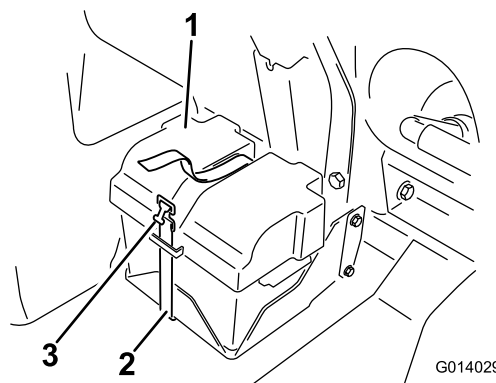

Figure 48
3. Posez le couvercle de la batterie et fixez-le avec la sangle retirée précédemment (Figure 48).